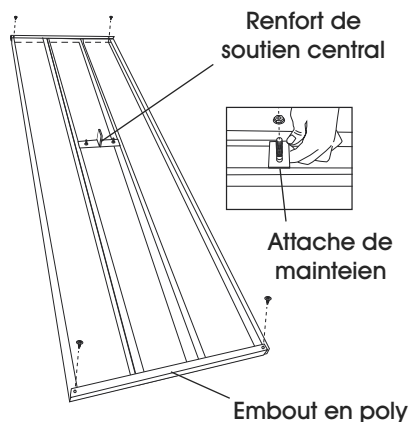

Figure 1
1. Placez trois planches en aluminium côte à côte, à l'envers, sur une surface plane pour former le dessus de table. Installez les embouts en métal à chaque extrémité. Un seul embout couvre les trois planches. Les trous prépercés des embouts doivent être orientés vers le haut. Utilisez une perceuse électrique et deux vis autotaraudeuses pour fixer chacun des embouts en poly aux extrémités de la table. Fixez lâchement le renfort de soutien central au centre de la planche du milieu du dessus de table à l'aide de deux attaches de maintien, deux écrous à embase de 5/16 po et deux boulons de carrosserie de 5/16 po. (Voir Figure 1)